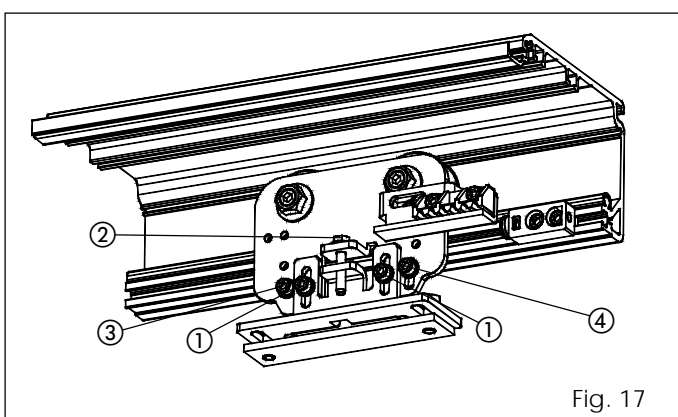

Fig. 17
- Afloje ligeramente los dos tornillos hexagonales fig. 17 ref. ①.
- Gire el tornillo (fig. 17 ref. ②) en sentido horario para subir las hojas o bien en sentido antihorario para bajarlas.
- Afloje los dos tornillos hexagonales (fig. 17 ref ③ y ④).
- Haga deslizar el tornillo de fig. 17 ref. ④ por el interior de la ranura, de modo que la rueda de contraempuje, durante el movimiento del carro, se deslice sobre el perfil sin bloquearse. Compruebe que se pueda bloquear la rueda sin que por ello se pare el carro.